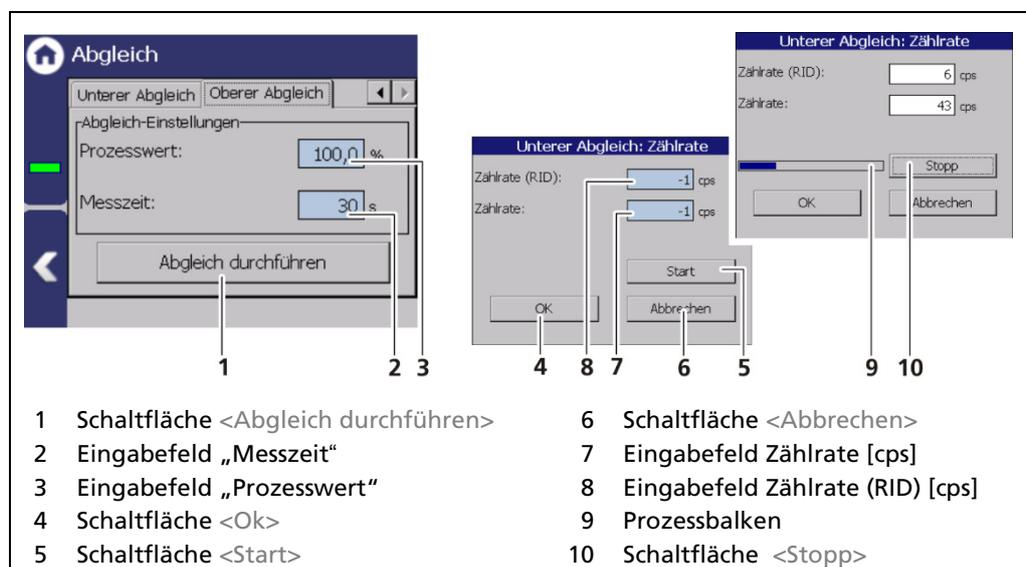

Abb. 89 Unterer Abgleich
1. Klicken Sie auf das Feld Prozesswert (Abb. 89, Pos.3), um das Eingabefeld zu öffnen.
3. Klicken Sie auf das Feld „Messzeit“ (Abb. 89, Pos.2) und geben Sie die Dauer der Messung in Sekunden an. Je höher Sie die Messzeit einstellen, umso genauer fällt das Ergebnis aus.
4. Klicken Sie auf die Schaltfläche <Abgleich durchführen> (Abb. 89, Pos.1).
- 5. Klicken Sie auf die Schaltfläche <Start> (Abb. 89, Pos.8).
- 6. Klicken Sie <Ok> (Abb. 89, Pos.5), um die Werte zu übernehmen.